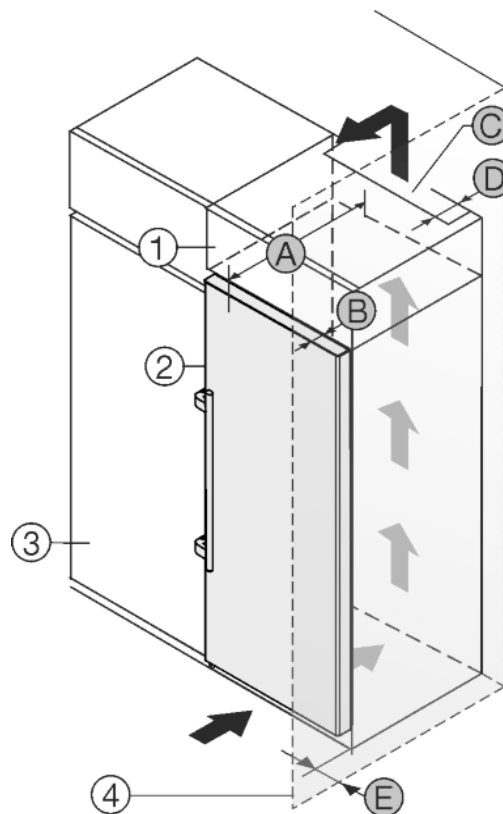

Fig. 8
Skåpet kan byggas in med köksskåpen. För att anpassa skåpet Fig. 8 (2) till höjden på köksskåpen kan ett överskåp Fig. 8 (1) monteras.
Skåpet kan placeras direkt intill köksskåpet Fig. 8 (3). För att öppna dörren helt måste skåpet skjuta ut med djupet Fig. 8 (B) i förhållande till köksskåpets front. Beroende på köksskåpens djup och användningen av väggdistanshållare kan skåpet skjuta ut ännu mer.
- På överskåpets baksida ska det finnas ett ventilationsschakt med djupet Fig. 8 (D) längs hela överskåpets bredd.
- Under innertaket måste ventilationsarean Fig. 8 (C) observeras.
Om skåpet placeras med gångjärnen vid en vägg Fig. 8 (4) ska avståndet Fig. 8 (E) mellan skåpet och väggen observeras. Detta motsvarar handtagsavståndet med öppen dörr.